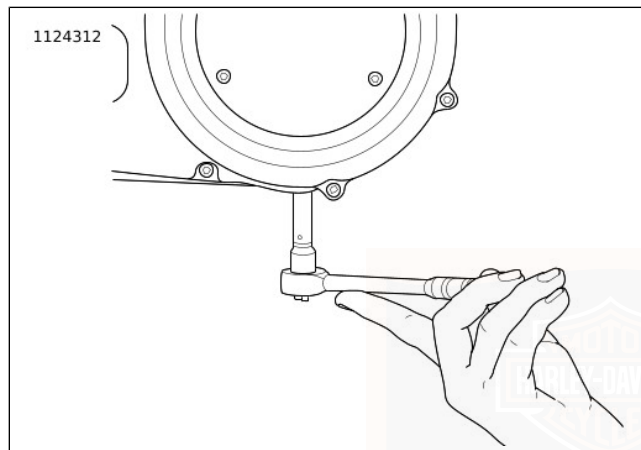

Figura 70. Rimozione/installazione del tappo di scarico del carter della catena
3. Vedere Figura 70 . Scaricare l'olio del carter della catena della trasmissione primaria.